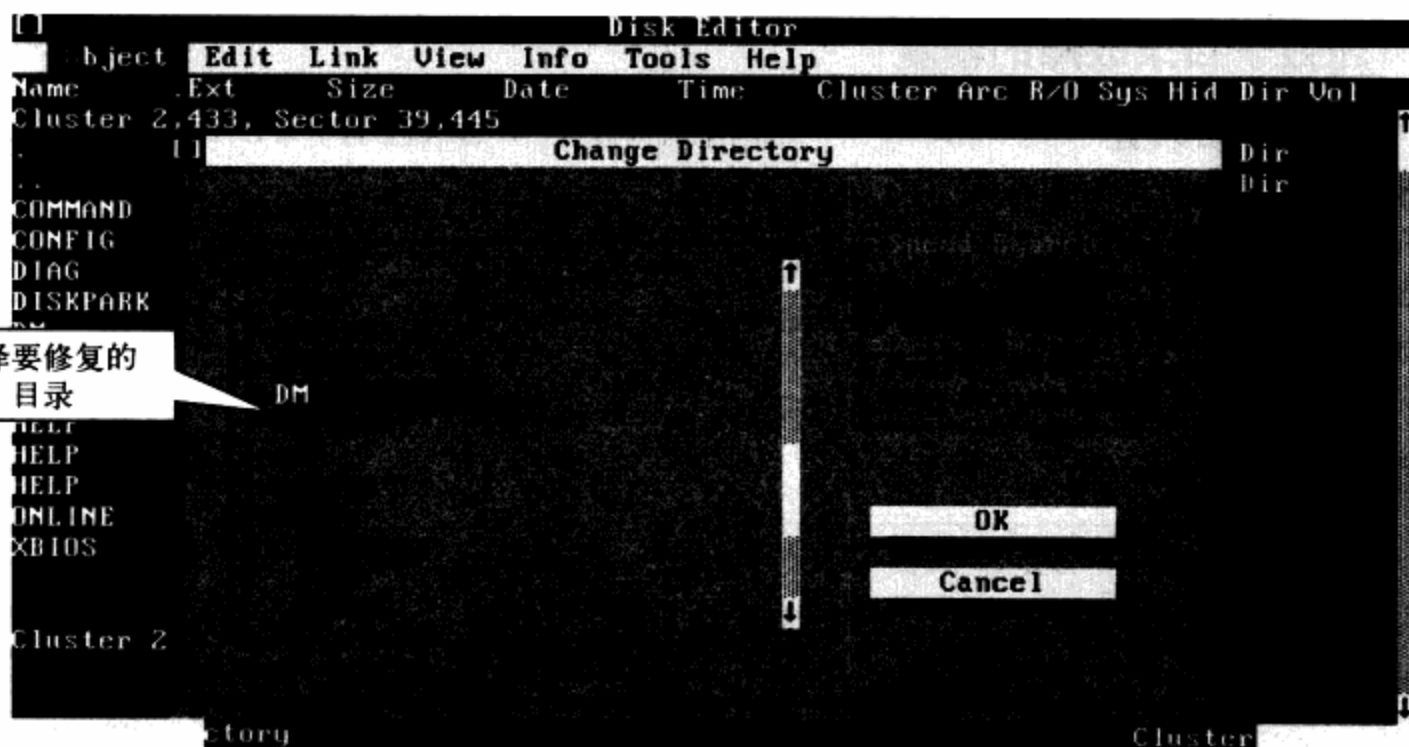
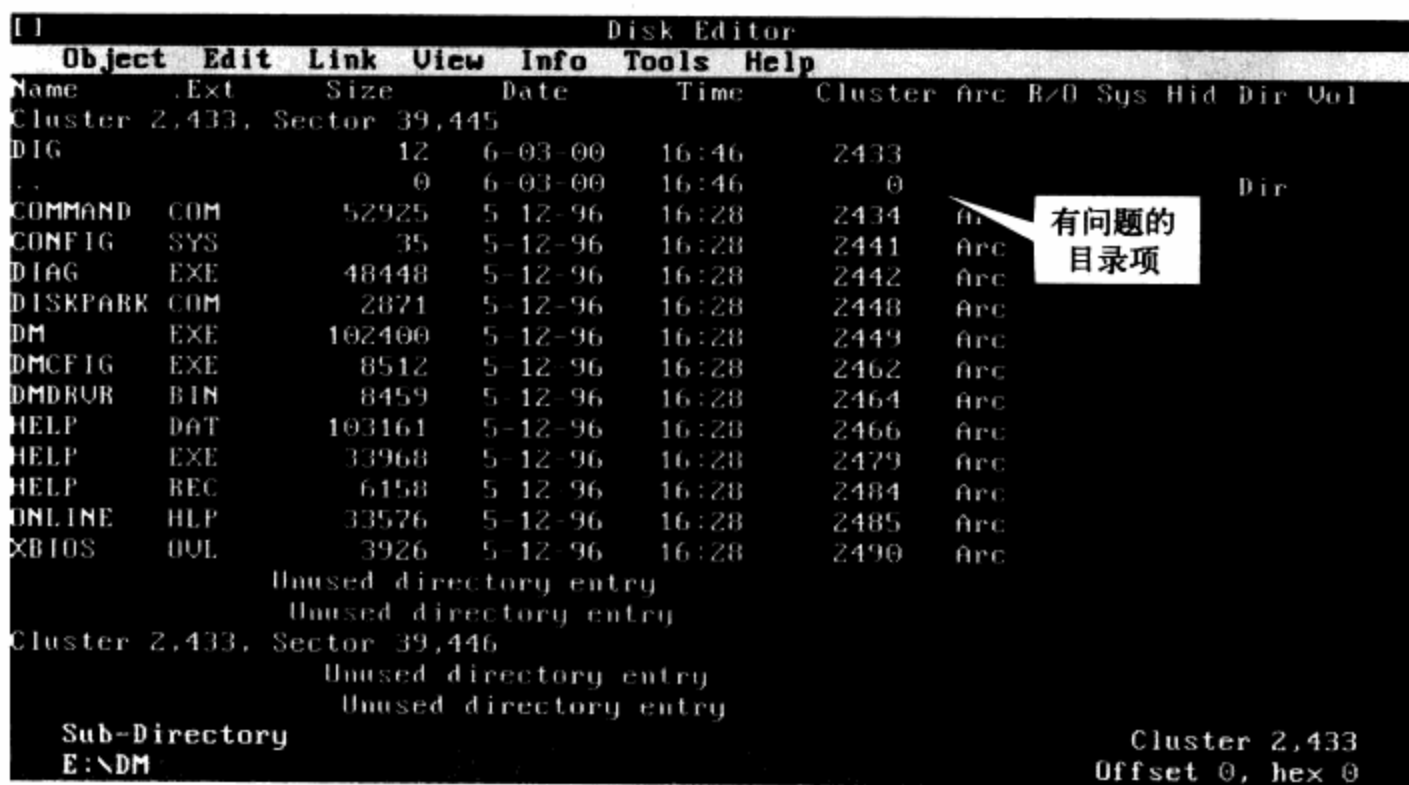

图13-14 选择受损的目录
图13-15 目录DM中的目录项列表
**步骤 04** 选择修改的目录项。按Alt+O组合键，弹出Object子菜单，选择子菜单中的Directory选项，按Enter键，再选择有问题的子目录。框图中选择了E盘中的E:\DM目录。如图13-14所示。
**步骤 05** 修改损坏的目录项数据。选择好目录后，选中图13-14中的OK按钮并按Enter键，屏幕上将出现DM的目录项列表。在该框图中，就可能会发现该子目录下的第一、二个目录项不是“.”和“..”。如图13-15所示。